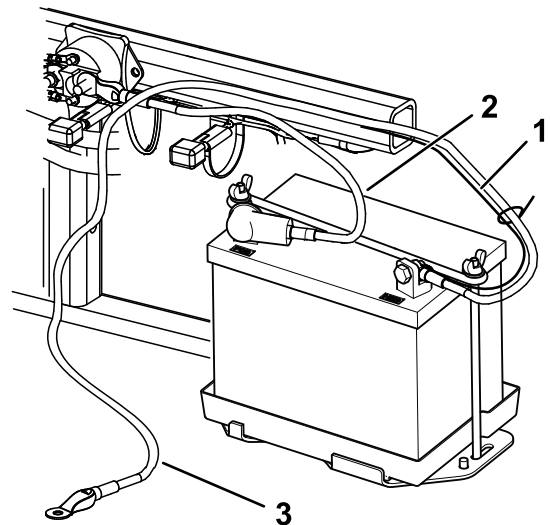

Bild 6
2. Befestigen Sie das Pluskabel (rot) mit einer Schraube ($\frac{1}{4}$ " x $\frac{5}{8}$ ") und einer Sicherungsmutter am Pluspol (+) (Bild 6).
3. Befestigen Sie den kleinen schwarzen Draht und das Minuskabel (schwarz) mit einer Schraube ($\frac{1}{4}$ " x $\frac{5}{8}$ ") und einer Sicherungsmutter ($\frac{1}{4}$ ") an der Minusklemme (-) der Batterie (Bild 6).